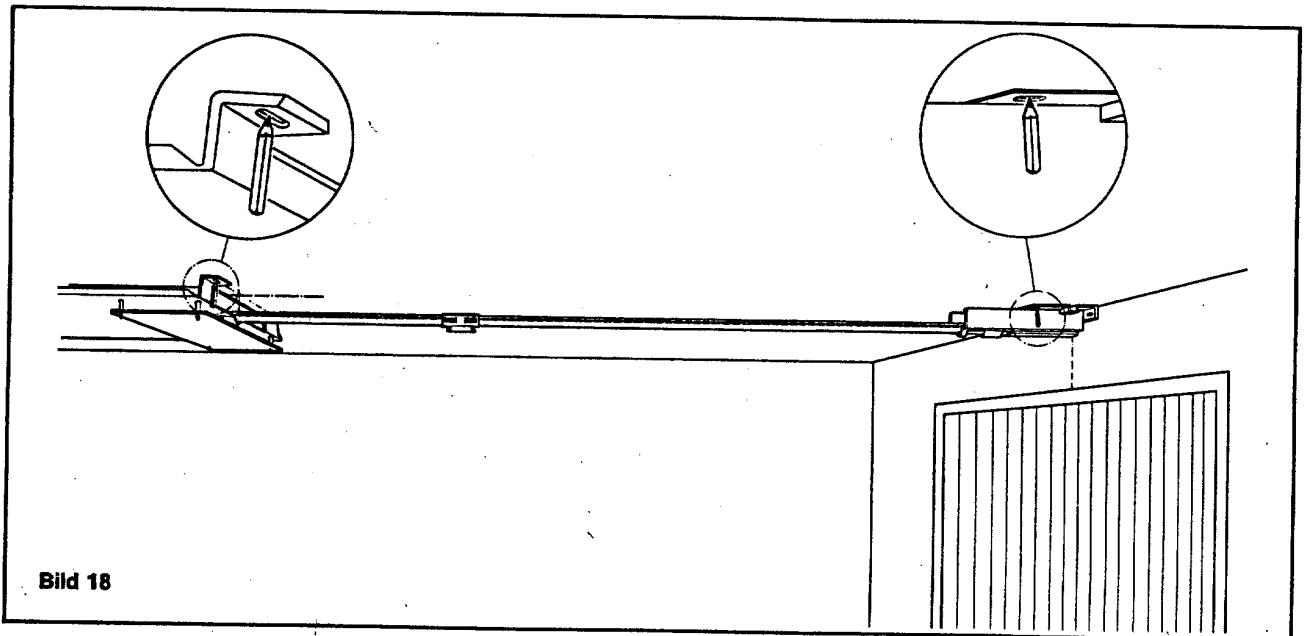

Bild 18
5.14.) Torantrieb mit Helfer direkt an die Decke halten, so daß Gleitschienenoberkante mit den beiden Tormittenmarkierungen übereinstimmt und die 4 Befestigungspunkte anzeichnen (Bild 18).